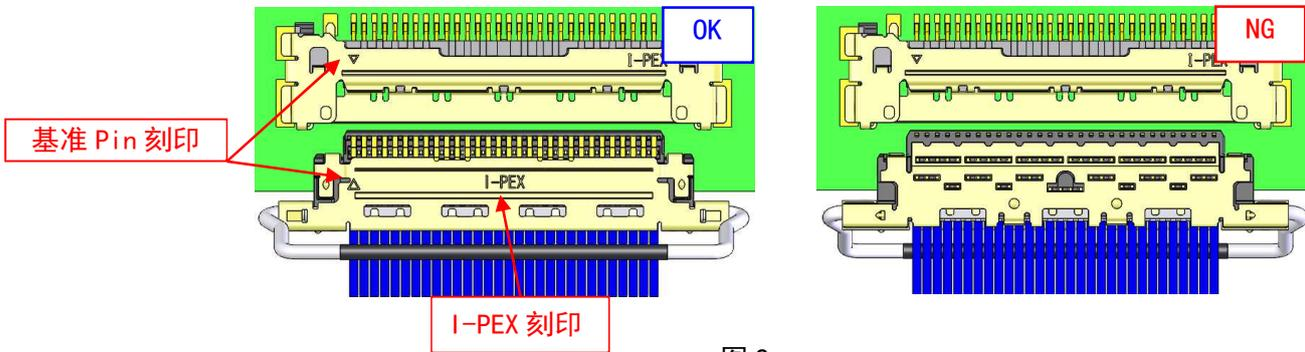

图 2
- ② 如图 2 所示，设置插头连接器的朝向以使插座连接器与插头连接器的基准 Pin 刻印相对。